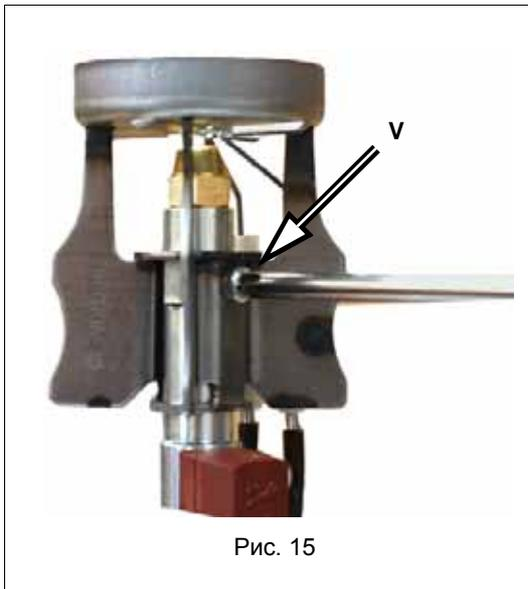

Рис. 15
- Отвинтить винт **V**, который крепит голову сгорания, и отсоединить голову сгорания от держателя форсунки (Рис. 15 и Рис. 16)
- Поставьте на место голову сгорания, соблюдая снятый ранее размер **A**, не забывая застопорить винт **V** (Рис. 15).